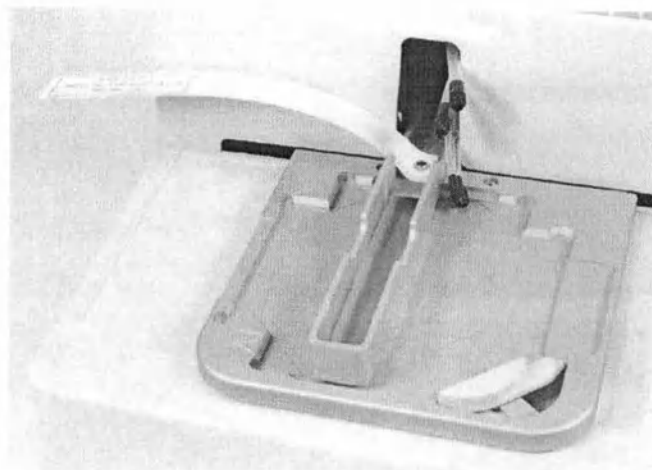

Рисунок 3-7. Транспортный фиксатор и его бирка
1. Снимите мягкий упаковочный материал, защищающий держатель моющей головки и держатель планшета, чтобы открыть доступ к транспортному фиксатору и его бирке (Рисунок 3-7).